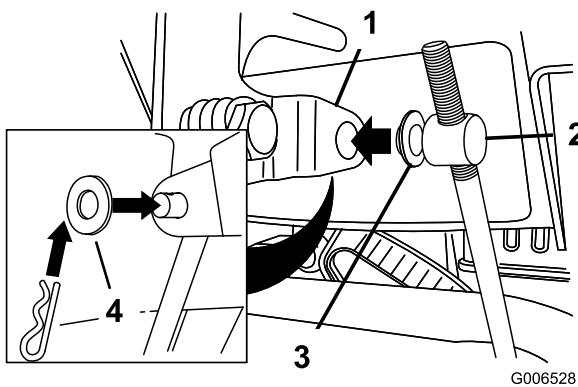

Figure 12
3. Retirez la goupille fendue et la rondelle extérieure du tourillon à l'extrémité supérieure de la tige de commande de vitesse (Figure 12).
Remarque: Pour faciliter l'installation, laissez la rondelle plate sur le tourillon (Figure 12).
6. Soulevez la tige de commande de vitesses et insérez le tourillon dans le trou du levier sélecteur de vitesses (Figure 12).